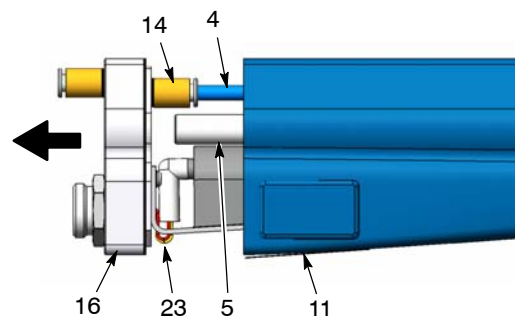

Рис. 24 Вытягивание теплоотвода из корпуса
6. См. рис. 24. Вытянуть теплоотвод (16) из корпуса (11) и отсоединить пневматическую трубку (4) от ниппеля (14).
- См. рис. 24. Подсоединить пневматическую трубку (4) к ниппелю (14), а затем поставить теплоотвод (16) обратно на корпус, пропуская через теплоотвод порошковую трубку (5). Следить, чтобы провода (23) не зажали между корпусом (11) и теплоотводом.